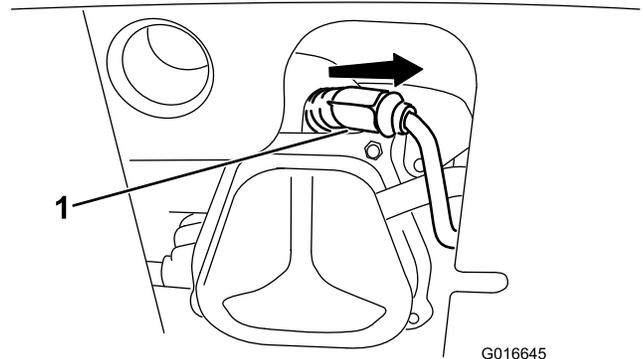

Bild 37
- Entfernen Sie die Kappe (Bild 37).